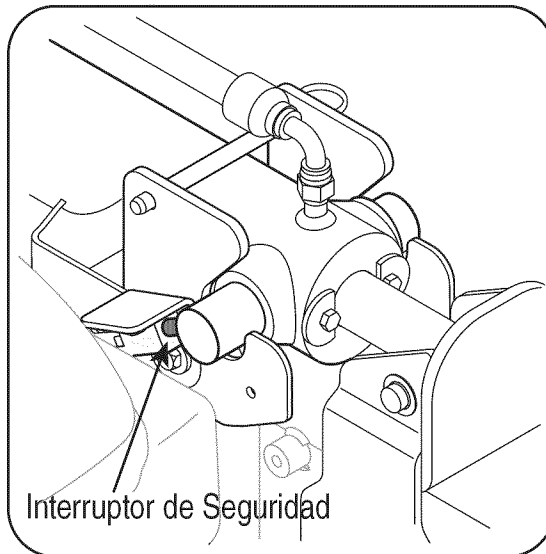

Figura 4-3
El interruptor de seguridad es querido para impedir al operador comenzar el motor sin el cilindro que está en la posición "de cerradura" de operaciones. Vea la Figura 4-3 para la posición del interruptor de seguridad.
2. Mango de uso para deslizar cilindro hacia atrás en la posición "de Cerradura" de operaciones, contratando el interruptor de seguridad, y nuevo encarte que cierra con llave alfiler. Ver la Figura 4-3.
4. Tire de la perilla del cebador ubicada en el motor. Vea el recuadro de la Figura 4-3.
5. Gire el interruptor del motor a la posición de encendido. Vea el recuadro de la Figura 4-3.
6. Tire suavemente de la empuñadura del arranque hasta sentir la resistencia, luego tire rápidamente para reducir la compresión, impedir la tensión de retroceso y arrancar el motor. Vea la Figura 4-3. Si el motor no arranca después de diez segundos de tirar repetidas veces, espere unos minutos antes de repetir.